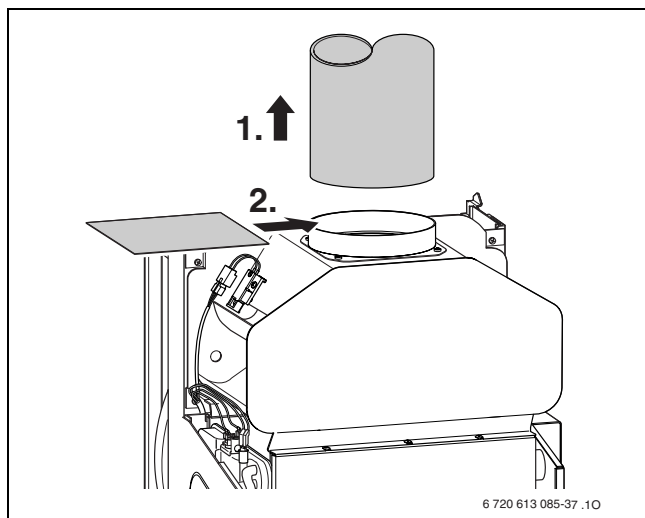

Fig. 53
- ▶ Togliere il primo tratto del condotto di scarico dei gas combusti ed ostruire il collare superiore dell'apparecchio con una lamiera (fig. 53).